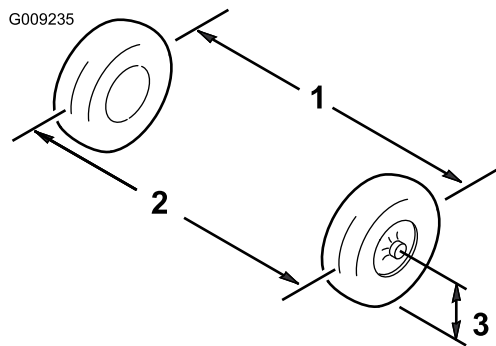

Figura 47
3. Mida la distancia entre los neumáticos delanteros a la altura del eje, en la parte delantera y trasera de las ruedas (**Figura 47**).